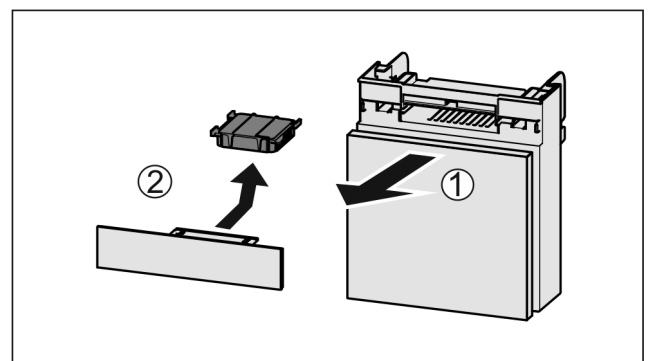

Fig. 78
- ▶ Fach nach vorne herausziehen Fig. 78 (1).
- ▶ Aktivkohlefilter entnehmen Fig. 78 (2).